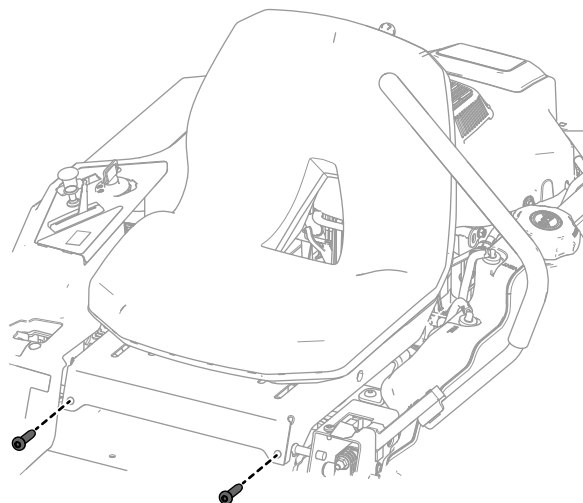

Figure 3
5. Retirez les 2 boulons qui fixent le siège actuel sur la tige de pivot (Figure 3).